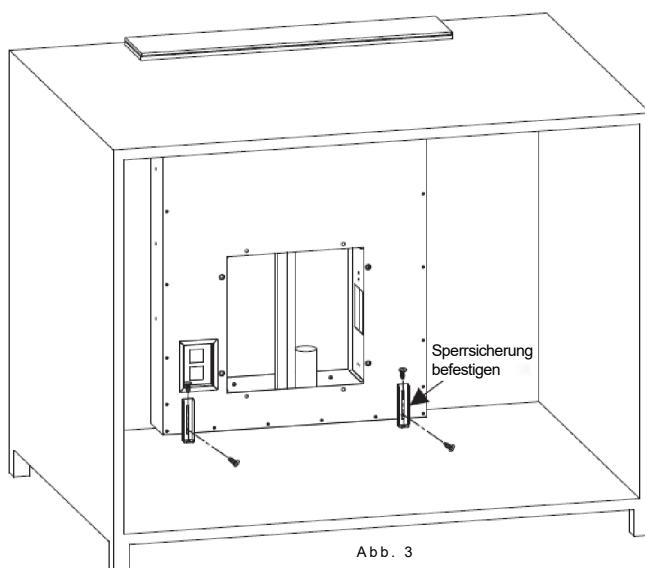

Abb. 3
2. Setzen Sie die Dunstabzugshaube in den Ausschnitt im Einbauschrank ein. (Siehe Abbildung 2) Verwenden Sie 4 Schrauben ST4*8 und ST4*14 und befestigen Sie die Abzugshaube mit der Sperrsicherung (Siehe Abbildung 3).